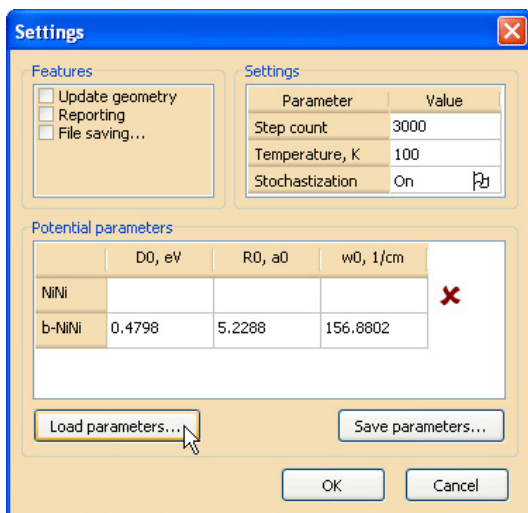

Рис. 21. Диалоговое окно выставления опций и параметров потенциалов
8. В «*NanoEvolver*» используются аппроксимирующие парные потенциалы в форме функции Морзе. Параметры потенциалов — D_0 (энергия диссоциации), R_0 (равновесное расстояние) и ω (частота колебаний). В данной работе расчеты параметров потенциала связи Ni—Ni в нанокластере выполнены методом нелокального функционала плотности в пакете программ «Winbond». Указание параметров потенциалов, а также некоторых важных опций и параметров, влияющих на ход расчетной процедуры, производится в диалоговом окне *Settings* (см. рис. 21), вызвать которое можно с помощью команды *Set parameters...* меню *Edit*.